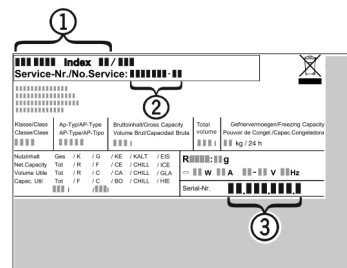

Fig. 11
- ▶ Odczytać z tabliczki znamionowej oznaczenie urządzenia Fig. 11 (1), nr serwisowy Fig. 11 (2) oraz numer seryjny Fig. 11 (3). Tabliczka znamionowa znajduje się po lewej stronie wewnątrz urządzenia.
- ▶ Poinformować serwis i podać opis zakłócenia, oznaczenie urządzenia Fig. 11 (1), nr serwisowy Fig. 11 (2) oraz numer seryjny Fig. 11 (3).